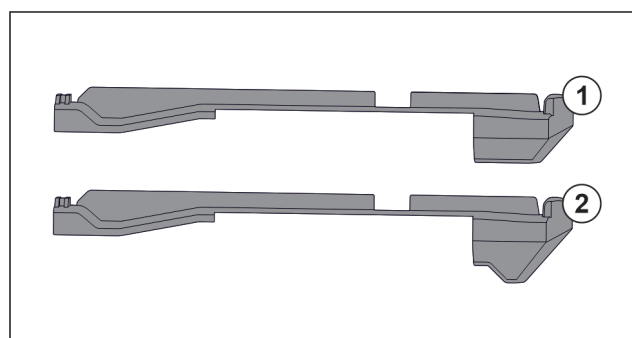

Fig. 62 Сравнение вставных частей
В устройстве находятся две разные вставные части. Вставная часть над самым нижним выдвижным ящиком Fig. 62 (2) имеет треугольную кромку. Все прочие вставные части Fig. 62 (1) имеют прямую кромку.
- ▶ Установите вставную часть Fig. 62 (2) с треугольной кромкой над самым нижним выдвижным ящиком.
- ▶ Установите вставную часть Fig. 62 (1) с прямой кромкой на все прочие места.